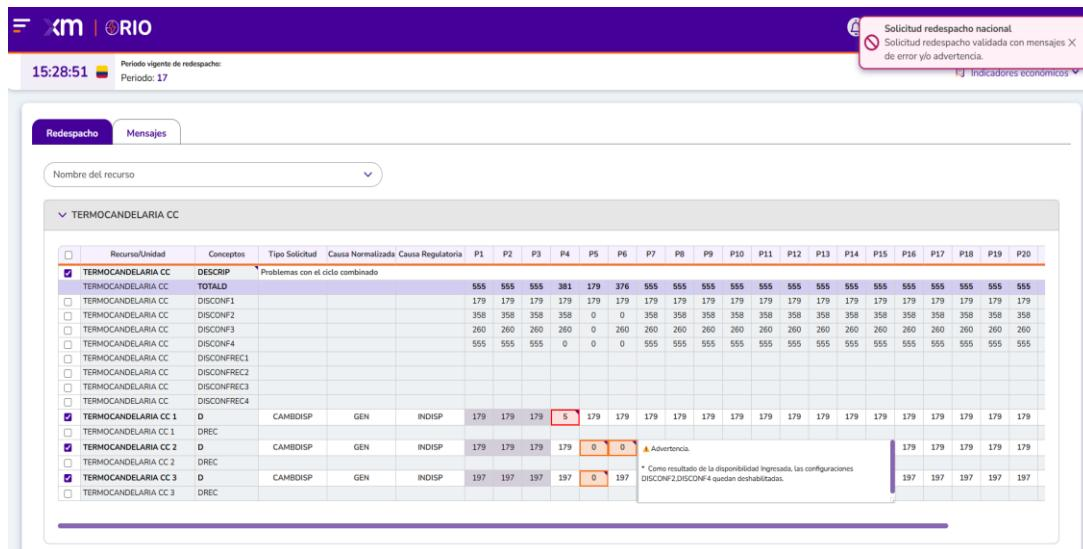

Figura 9. Visualización de errores y advertencias en la grid de redespacho nacional.
- Los mensajes de advertencia se visualizan en naranja, son no bloqueantes, pero con información para tener en cuenta antes del envío de la solicitud de redespacho, tal como se presenta en la Figura 9.